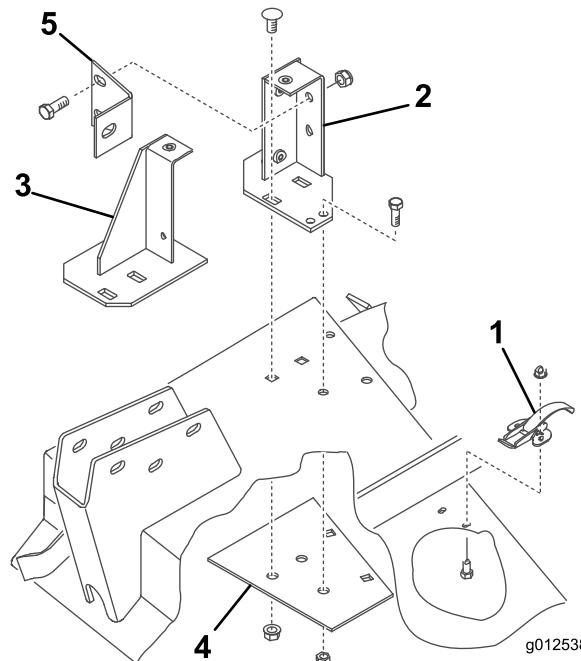

図 9
1. 右側デッキカバーのスプリングラッチを刈り込みデッキの右側に固定しているねじ類を外す図9。ラッチは右側カバーと共に保管する。
2. プロアと取り付けブラケットを、デフレクタを取り付けていた穴に合わせてデッキの上にセットする。図9はプロアなしのブラケットのみを示している。プロアと刈り込みデッキとの間にすきまを作らないようにすること。
3. 新しい補強プレートをデッキ裏側にセットするデフレクタを取り付けていた穴に合わせる図9。
- 前後のブラケットと補強プレートをデッキに取り付ける先に外したキャリッジボルト3/8-16 x 7/8 インチ2本とフランジナットを使用する図9。ボルトの頭がデッキの上に来るよう取り付けること。
- ブラケットと補強プレートをデッキに取り付けるボルト直径8.7mmとロックナットを使用する図9。ボルトの頭がデッキの上に来るよう取り付けること。
- プロアのプレースを固定する後取り付けブラケットへの固定はボルト3/8-16 x 1インチ2本とロックナット図9、キャスタアームへの固定にはボルト3/8-16 x 1インチを使用する。